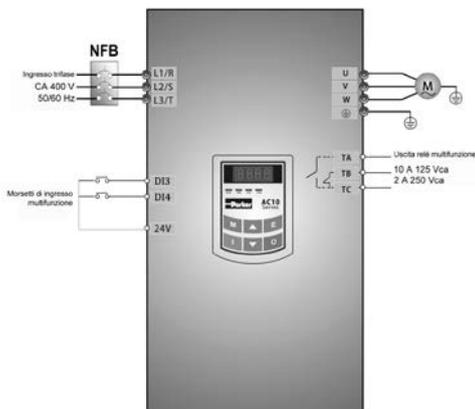

Figura 4-2 Diagramma di cablaggio 2
(1) Collegare i cavi come indicato nella Figura 4-2. Dopo avere controllato i cablaggi, attivare l'interruttore dell'aria e accendere l'inverter.